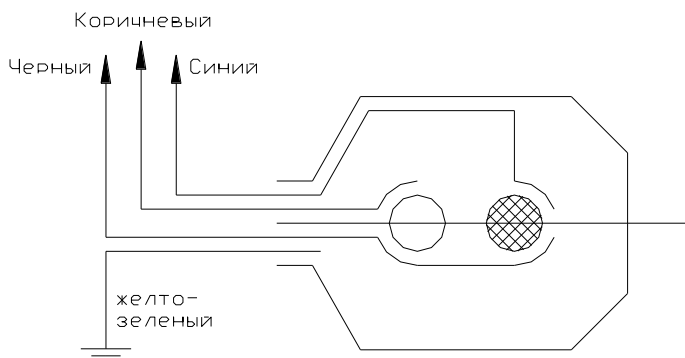

Рис.5
3.2.2 При заполнении танков от водопровода или с помощью эл. насоса в них **должна быть предусмотрена переливная труба** (см. рис.5). Переливная труба должна быть установлена на высоте наивысшего допустимого уровня воды в баке (80-100мм ниже верхней поверхности танка). Переливная труба должна быть подключена к канализации или выведена на улицу. Отсечное устройство должно отключать подачу воды в танк, когда уровень ее будет ниже переливной трубы как минимум на 50мм Диаметр переливной трубы должен быть не менее 50мм. Труба выведенная от верхней плоскости танка не может считаться переливной.
Принципиальная схема устройства см. рис. 5.